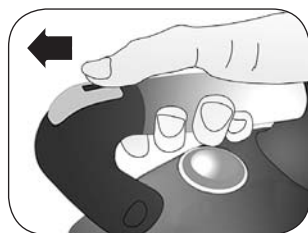

Fig. 7
- 6 Per interrompere il getto continuo occorre sbloccare il pulsante (D). Spingere in avanti il cursore (E) (Fig. 7).